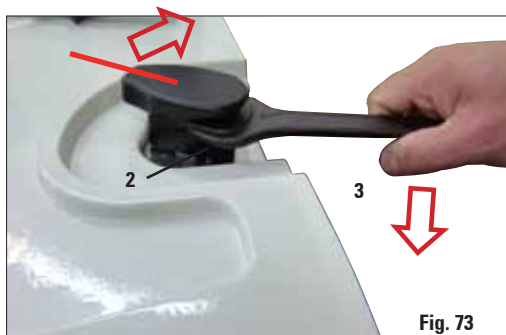

Fig. 73
- Coloque a chave de porca no local abaixo da trave da retorta (Fig. 73, 2).
- Gire a trava da retorna posteriormente no sentido horário usando a chave de porca (Fig. 73, 3) e remova o batente (quebre o pino de fixação em um ponto de ruptura pré-determinado).